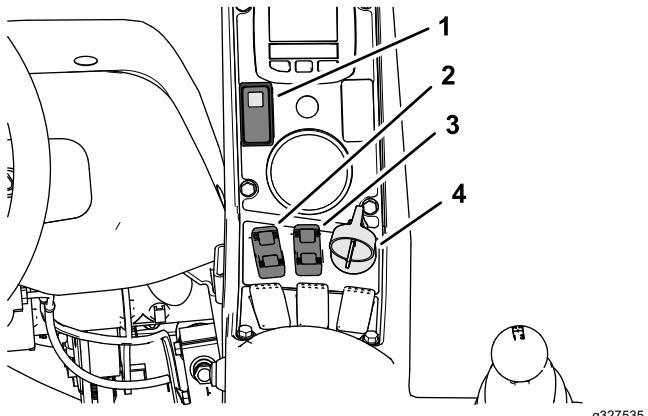
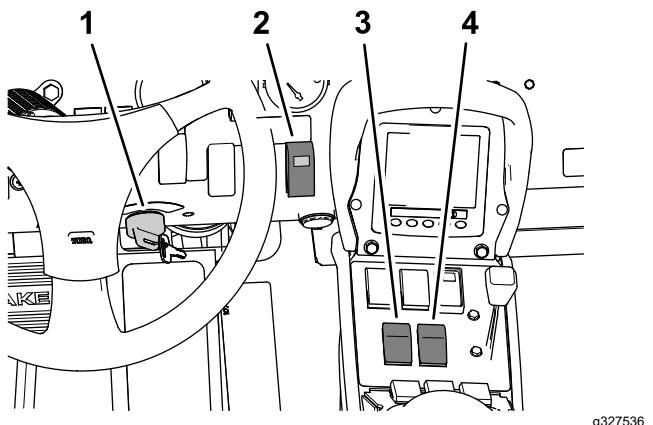
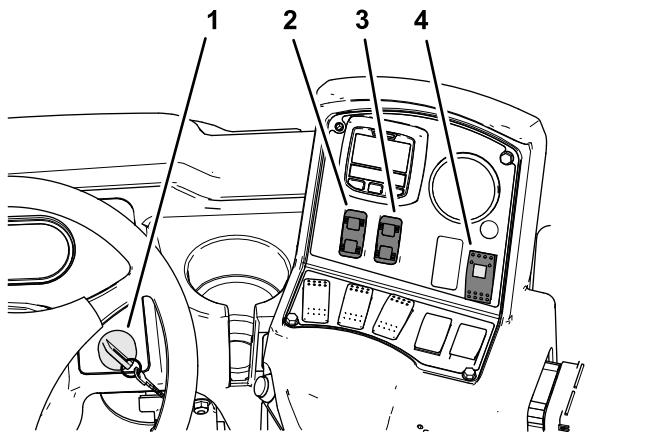

Figura 44
Figura 45
Figura 46
Nota: A luz indicadora da rampa Sonic (Figura 44, Figura 45 ou Figura 46) acende no interruptor da rampa Sonic e indica o estado do sistema da rampa Sonic da seguinte forma:
1. Pressione o interruptor da rampa Sonic (Figura 44, Figura 45 ou Figura 46) para a posição LIGAR.
2. Utilize o interruptor de controlo de elevação da rampa (Figura 44, Figura 45 ou Figura 46) para baixar a rampa para a distância pretendida até ao solo.
Nota: Pode temporariamente anular o funcionamento automático das rampas utilizando os interruptores de controlo de elevação das rampas (Figura 44, Figura 45 ou Figura 46) para subir ou descer uma rampa ou ambas.
4. Para retomar o modo automático, pressione brevemente o(s) interruptor(es) de controlo da elevação da(s) rampa(s) para a posição DESCER (Figura 44, Figura 45 ou Figura 46) para permitir ao controlador da rampa Sonic posicionar a altura da ponta da rampa na distância desejada do solo.
1. Pressione o interruptor da rampa Sonic (Figura 44, Figura 45 ou Figura 46) para a posição DESLIGAR.
2. Utilize os interruptores de controlo de elevação da rampa esquerda e direita para alterar a altura das rampas exteriores (Figura 44, Figura 45 ou Figura 46).